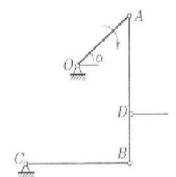

Рис. 6
**Задача 6.** Механизм состоит из пяти шарнирно соединенных стержней. Три шарнирные опоры крепят механизм к основанию. В указанном положении механизма (рис. 6) известна угловая скорость стержня  $OA$ :  $\omega_{OA_2} = -6$  с-1. Дано:  $OA = 5$  см,  $AB = 9$  см,  $BC = 8$  см,  $BD = 3$  см,  $DE = EF = 6$  см,  $\cos \alpha = 4/5$ . В данный момент стержень  $DE$  горизонтальный, стержни  $AB$  и  $FE$  вертикальные. Найти угловые скорости всех звеньев механизма.